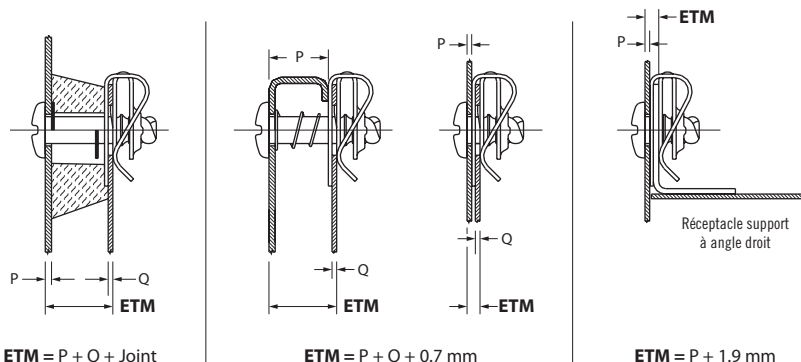

Figure 1 : Epaisseur totale de matériau (ETM)
1. Calculez l'épaisseur totale de matériau (ETM) à l'aide de la Figure 1 ci-dessous.